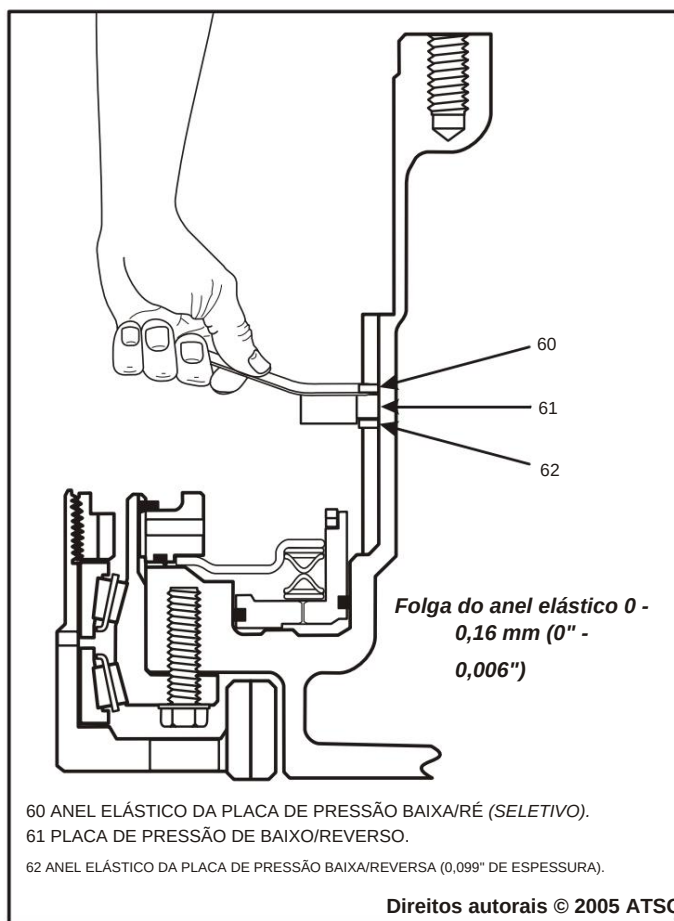

Figura 172
38. Meça com um calibrador de lâminas entre a placa de pressão e o anel elástico seletivo, conforme mostrado na Figura 172.